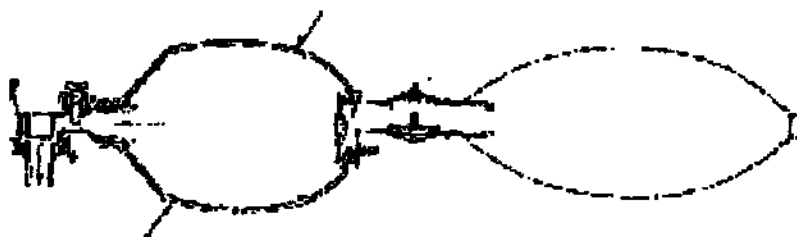

Рисунок 3. Принцип действия реанимационного аппарата
Период, в течение которого можно наблюдать принцип действия реанимационного аппарата, начинается, когда пациент создает положительное давление (во время пассивного выдоха), действующее со стороны пациента на клапан типа "duckbill" (F), или когда оператор стравливает давление из силиконового мешка (B). Клапан поднимается, направляя газы, выдыхаемые пациентом, через каналы выдоха (G) нереверсивного клапана (см. рисунок 3)